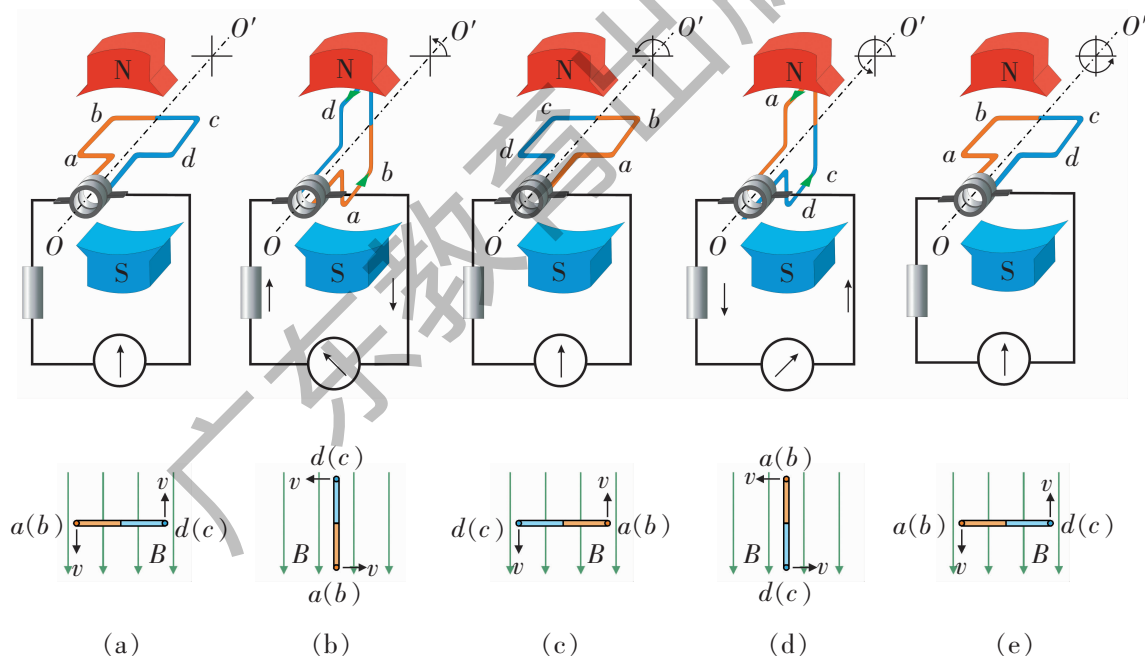
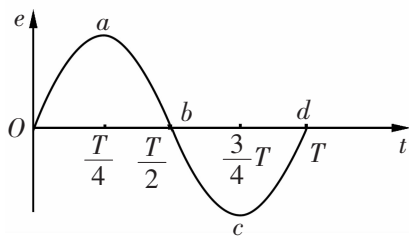

图 2-1-6
图 2-2-4
现在我们用图 2-1-6 来说明交变电流的产生过程. 我们取线圈在匀强磁场中匀速转动一周的过程中的几个特殊位置进行分析.
在图 2-1-6 中, 设线圈沿逆时针方向转动,  $OO'$  是转动轴. 当线圈转到图 (a) 的位置时, 线圈平面跟磁感线垂直. 这时  $ab$  边和  $cd$  边的速度方向跟磁感线平行, 不切割磁感线, 所以线圈中不产生感应电动势, 当然没有感应电流. 我们把线圈所处的这个位置叫做中性面.
1. 如图 2-2-4 所示是电动势随时间变化图象, 图中  $Oa$ 、 $ab$ 、 $bc$ 、 $cd$  分别对应图 2-1-6 中的哪一个过程?
2. 在图 2-1-6 所示的交流发电机中, 如果线圈不是从中性面开始转动, 而是与中性面有一夹角  $\varphi$ , 感应电动势瞬时值的表达式将是怎样? 图象又是怎样?
交变电流与其他周期性运动一样，是用周期和频率来表示变化快慢的。从图 2-1-6 可知，线圈转动一周，电动势、电流均按正弦规律完成一个周期的变化。交变电流完成一次周期性变化的时间称为交变电流的**周期**，通常用  $T$  表示，单位是 s。